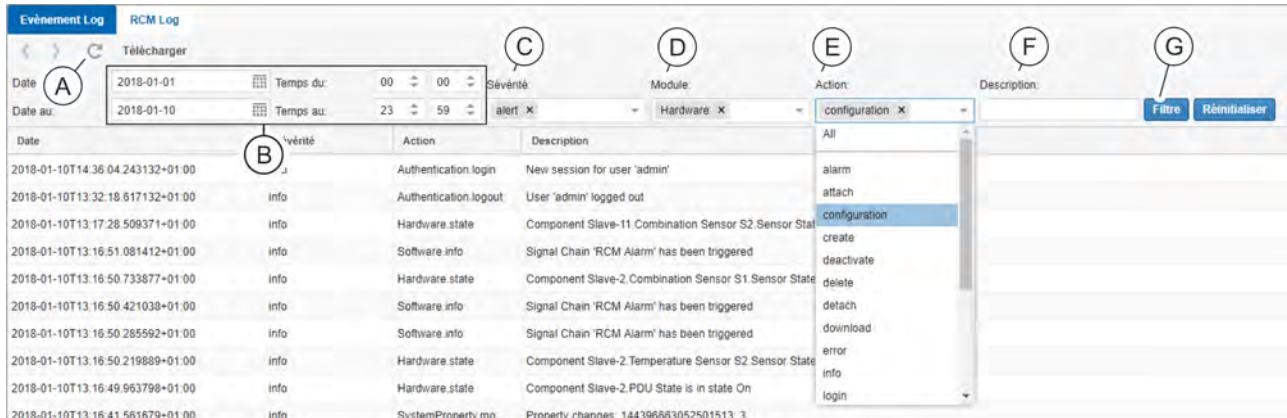

Fig. 120 : Définition des filtres
- Date et heure (Fig. 120 / @)
- Sévérité (Fig. 120 / ©)
- Module (Fig. 120 / @)
- Action (Fig. 120 / @)
- Description (Fig. 120 / ⑤) (champ de texte libre)
2. Cliquer sur le bouton « *Filtre* » (Fig. 120 / ⑤).